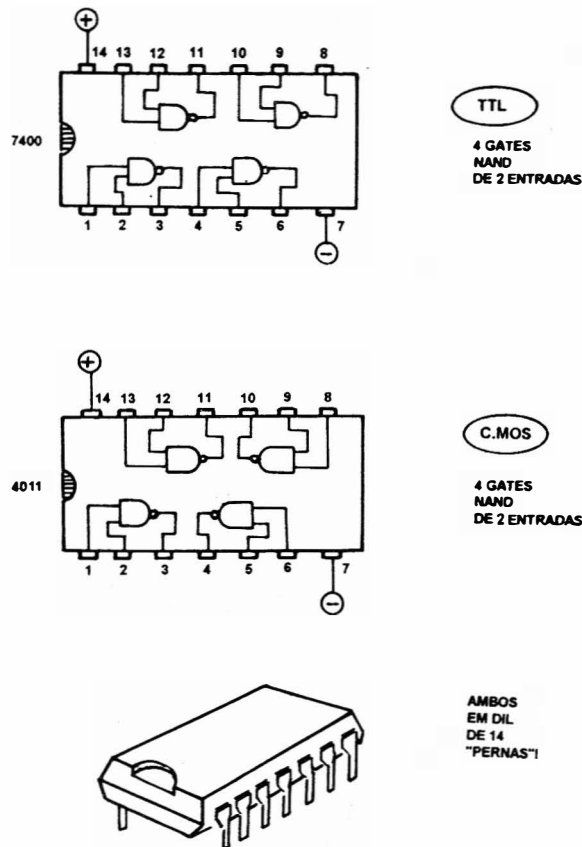

FIG. 19
**- FIG. 19 - A REPRESENTAÇÃO ESQUEMÁTICA, A APARÊNCIA, A PINAGEM E O CONTEÚDO DOS INTEGRADOS DIGITAIS MAIS COMUNS**... - Nos esquemas de circui-
- A posição ou "número" dos pinos correspondentes às ligações da **alimentação**. Embora nos dois exemplos mostrados na fig. 19, o **positivo** esteja no pino 14 e o **negativo** no pino 7, tais "localizações" não são "universais"... Mesmo porque existem, nas duas famílias, Integrados com 16 "pernas" ou mais (no caso dos exemplos, ambos coincidentemente têm 14 pinos...).
indicada junto ao diagrama de todo o **chip**, quando desenhado "em bloco" (como na fig. 19...).
- Outra coisa: embora nos diagramas da fig. 19 os pinos de alimentação sejam mostrados **sem** conexões aparentes internas, na verdade **todos** os *gates* existentes **dentro** de ambos os exemplos (e, obviamente, em todo e qualquer Integrado digital...) recebem simultaneamente a dita alimentação, necessária ao seu funcionamento...!